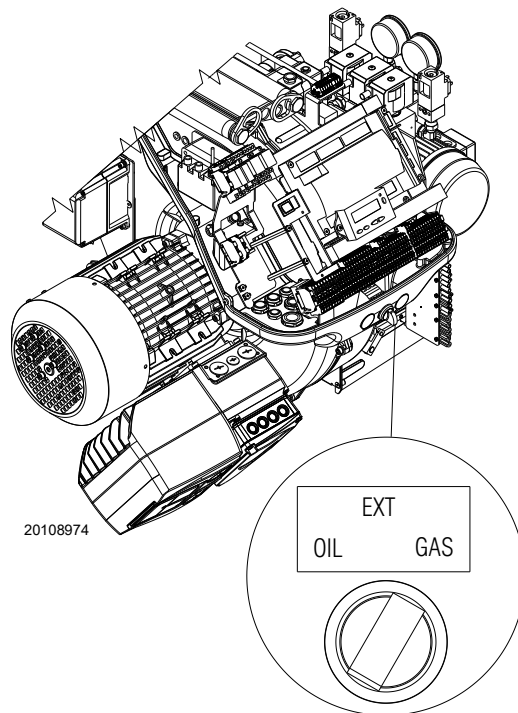

Fig. 41
- Mettre l'interrupteur sur « **OIL** » (Fig. 41) pour le fonctionnement au fioul et sur « **GAS** » pour le fonctionnement au gaz.
- 1 Avec le sélecteur « **OIL-EXT-GAS** » (Fig. 41).